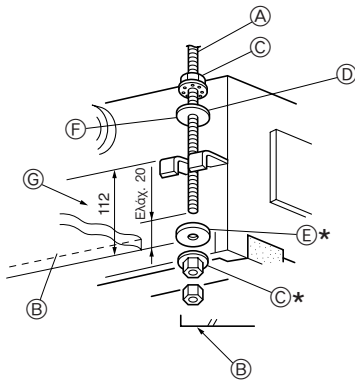

Fig. 2-7
1. Περάστε πρώτα τις ροδέλλες ① ② (προμηθεύονται) και τα παξιμάδια τους (που θα προμηθευτείτε από την τοπική αγορά) στο μπουλόνι ανάρτησης. (Fig. 2-7)
* Κάντε αυτή την ενέργεια με την παρακάτω σειρά (από την κορυφή): παξιμάδι, ροδέλλα μονωμένη ②, ροδέλλα χωρίς μόνωση ①, δύο παξιμάδια.
* Τοποθετήστε τη μονωμένη ροδέλλα ② με την επιφάνεια μόνωσης προς τα κάτω, όπως φαίνεται στην εικόνα.
2. Σηκώστε τη μονάδα στη θέση της, ευθυγραμμισμένη με τα μπουλόνια ανάρτησης. Περάστε το προσάρτημα μέσα από τις ροδέλλες ① και ②, που βρίσκονται ήδη στις θέσεις τους, και στερεώστε το καλά. Κάντε το ίδιο και στα τέσσερα σημεία.